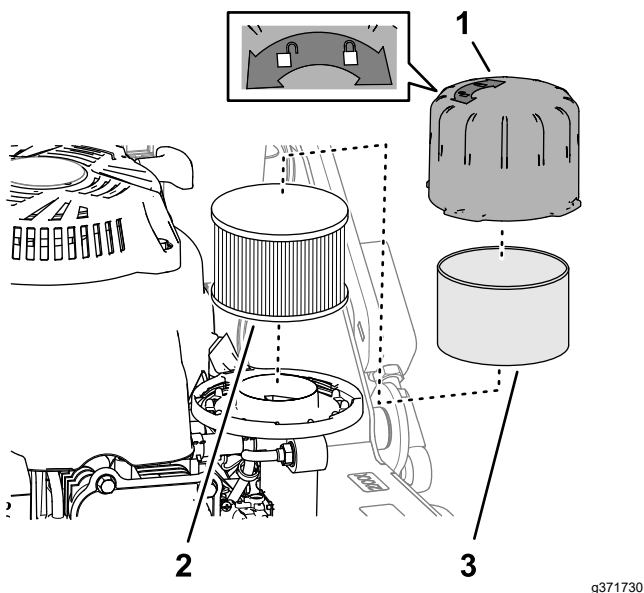

Figure 29
2. Déposez le couvercle du filtre à air et nettoyez-le soigneusement (Figure 29).
3. Retirez le préfiltre en mousse et lavez-le à l'eau additionnée de détergent doux; séchez-le ensuite en le pressant légèrement dans un chiffon (Figure 29).
4. Déposez et examinez l'élément filtrant (Figure 29); remplacez-le s'il est excessivement encrassé.